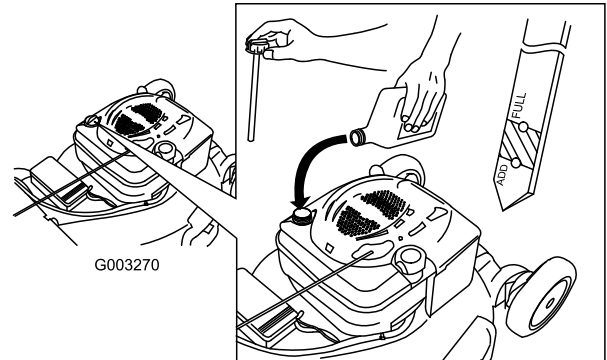

Figure 10
1. Retirez la jauge, essuyez-la sur un chiffon et remettez-la dans le goulot de remplissage (Figure 10).
2. Sortez de nouveau la jauge et contrôlez le niveau d'huile (Figure 10). Si le niveau n'atteint pas le repère minimum (Add) de la jauge, versez **lentement** suffisamment d'huile dans le goulot de remplissage pour faire monter le niveau au repère maximum (Full). **Ne remplissez pas excessivement.** (Remplissage max. : 0,59 l (20 oz), type : huile détergente SAE 30W de classe de service API SF, SG, SH, SJ, SL ou supérieure.)